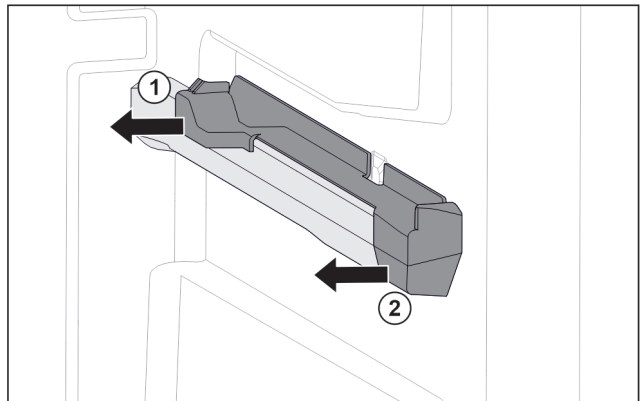

Fig. 71 Aufsteckteil auf der rechten Behälterrippe
- Aufsteckteil hinten zur Seite abziehen. Fig. 71 (1)
- Aufsteckteil vorne zur Seite abziehen. Fig. 71 (2)